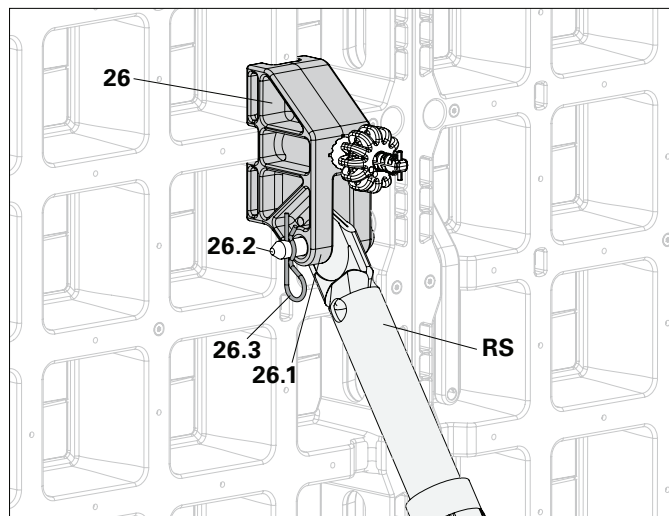

Fig. A6.07
Collegare puntello (RS) e staffe (26.1) con perno (26.2) e inserto a molla (26.3). (Fig. A6.07)